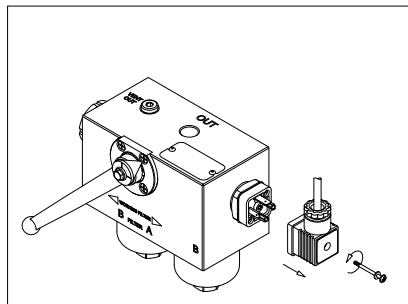

fig. 13
- (Fig. 13) Rimuovere il connettore dell'indicatore differenziale svitando la vite centrale (solo per gli indicatori elettrici)